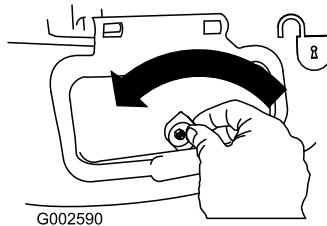

Figure 23
- Déverrouillez le volet d'éjection latérale (Figure 23).